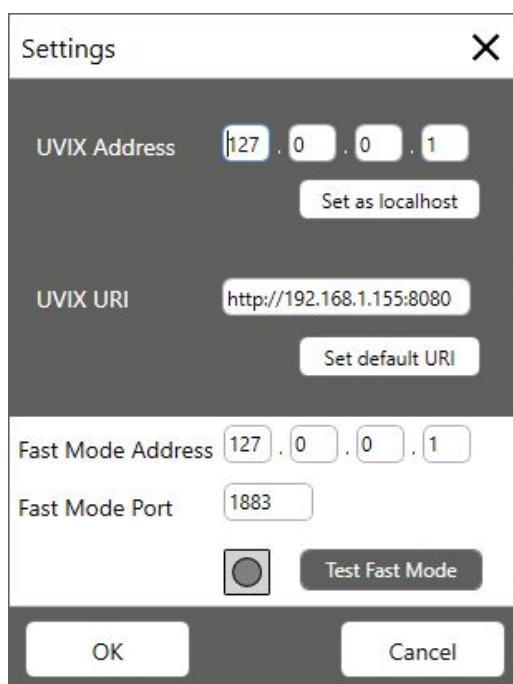

Figura 5.3: Settings
- Settings, figura 5.3: per gestire le impostazioni delle comunicazioni con gli altri componenti.
- ❶ Start Gateway: avvia il gateway USB permettendo la trasmissione dei dati tra dispositivi e gli altri componenti.
- ❷ Stop Gateway: ferma il gateway USB bloccando la trasmissione dei dati tra dispositivi e gli altri componenti.
- ❸ Open UVIX: apre nel browser predefinito la WebApp, l'indirizzo è impostato nei comandi "Settings" in figura 5.3.